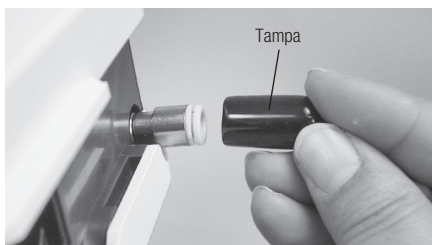

Fig. 5
- 1) Retire a Tampa do Conector de água da torneira. (Fig. 5)